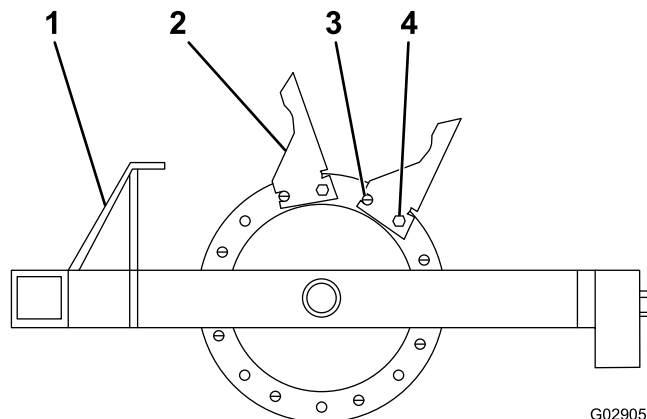

図 20
1. 図 20 に示すように、外側のキャスティングからタイヤを取り付ける。
2. キャスティングにタイヤ 8 本全部を、ロールピンとボルト $\frac{1}{2}$ " x $1\frac{3}{4}$ " で取り付ける。ロールピンが前側にくるのが正しい取り付けである 図 20。